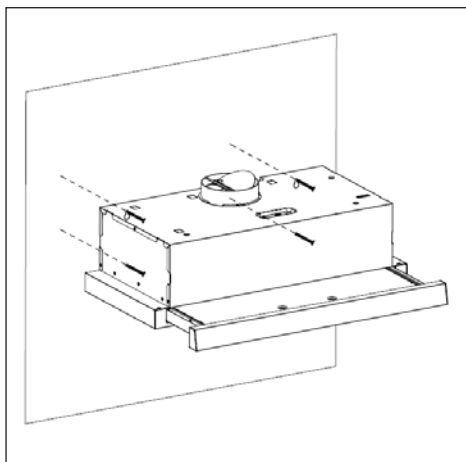

Rys. 3
2. Na ścianie za kuchenką lub płytą grzewczą zaznaczyć minimalną wymaganą wysokość montażową (650 mm w przypadku elektrycznej i 750 mm w przypadku gazowej płyty grzewczej), (Rys. 3).